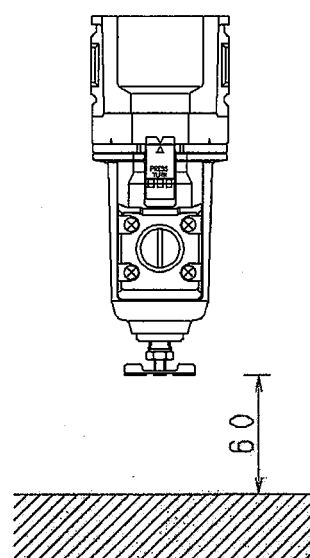

図4
- 4) 分解掃除の際、部品が取り外せるようにボウルの下側に60mm以上のスペースをとっておいてください。（図4参照）